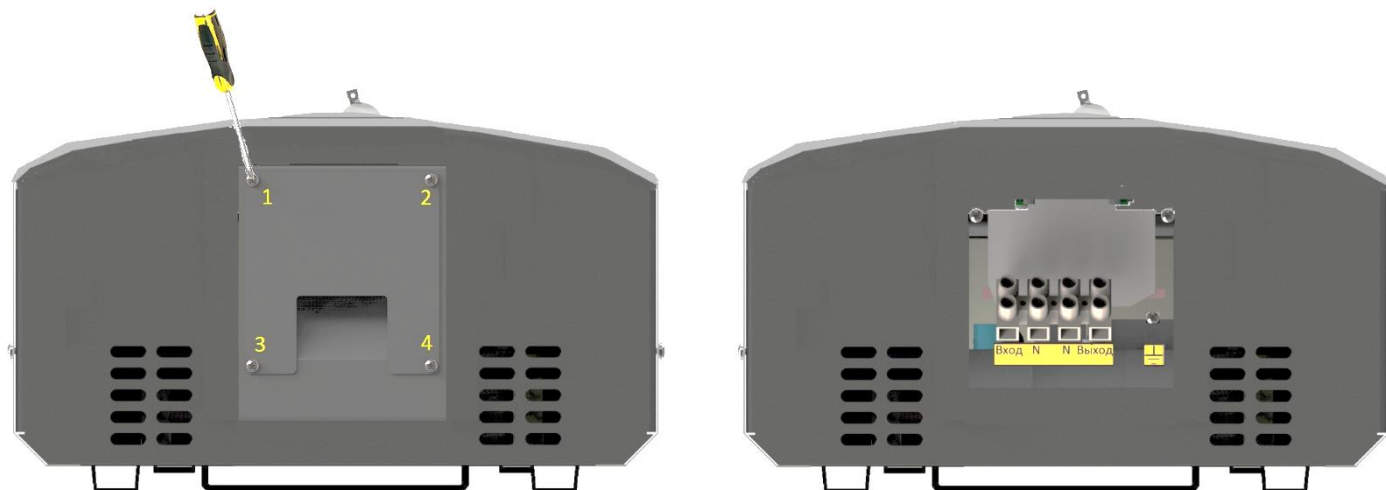

Рисунок 12. Схема снятия защитной крышки снизу корпуса стабилизатора
2. При помощи отвертки открутить 4 винта защитной крышки с нижней части стабилизатора для доступа к клеммной колодке (см. рисунок 12)